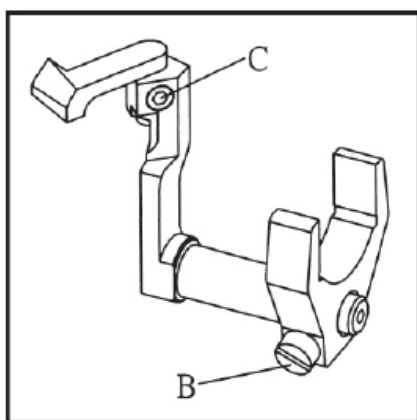
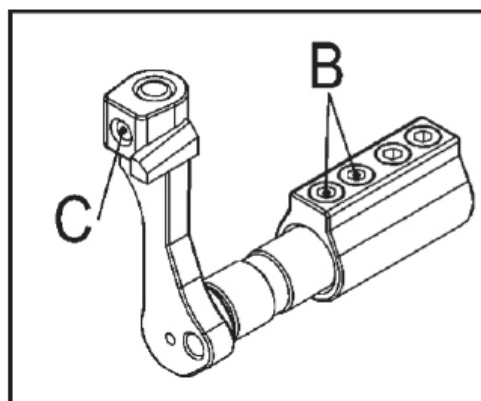

Рис. 28 (2600)
Рис. 28-1 (2600S)
2. Для выполнения вышеуказанной регулировки ослабьте винты В и С. Внимание! Никогда не устанавливайте заднее ограждение иглы слишком высоко, так чтобы оно соприкасалось с устройством подачи (Рис. 28) (Рис. 28-1)